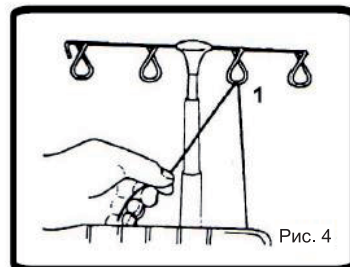

Рис. 4
4. Протяните нить сзади наперед через нитенаправитель (Рис. 4).